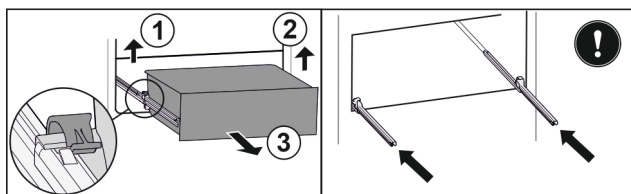

Fig. 78
- ▶ Løft den venstre klemme, og træk samtidigt skuffen i venstre side fremad. Fig. 78 (1)
- ▶ Løft den højre klemme, og træk samtidigt skuffen i højre side fremad. Fig. 78 (2)
- ▶ Tag skuffen ud fremefter. Fig. 78 (3)